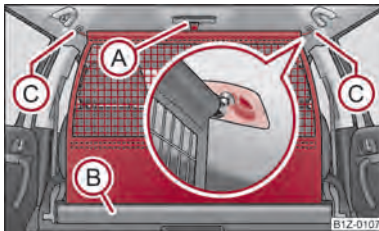

Fig. 64 Scoaterea peretelui despărțitor de plasă
- Trageți peretele despărțitor din plasă de chinga (A) ⇒ fig. 64, pentru a-l scoate din carcasa (B).
- Introduceți bara transversală în locașul (C) pe o parte și apăsați bara în față.
- În același mod fixați bara pe partea cealaltă a autovehiculului, locașul (C).